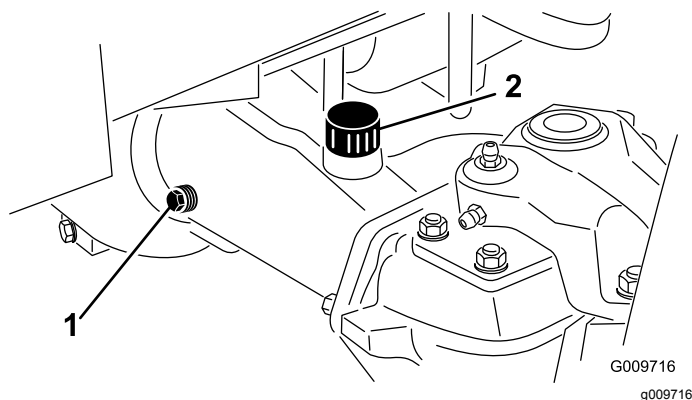

Figura 44
2. Togliete il tappo di controllo da un'estremità del ponte (Figura 44) e verificate che il lubrificante raggiunga la base del foro. Se il livello è basso, togliete il tappo di riempimento (Figura 44) e rabboccate con lubrificante finché non raggiunge la base del foro del tappo di controllo.